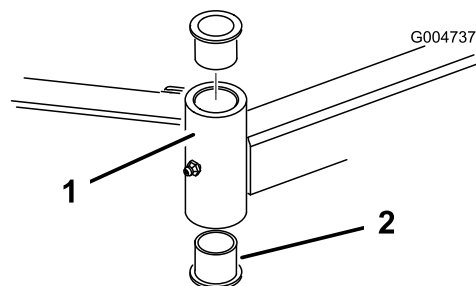

図 27
4. ピンポンチを使って、チューブの上または下からブッシュをたたき出す図 27。もう1個のブッシュについても同様にして取り出す。チューブの内部をきれいに清掃する。